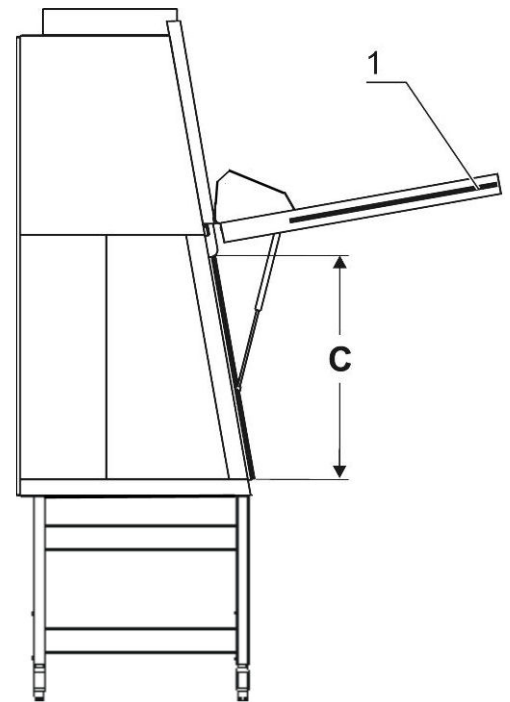

Fig. 6a
- **Fig. 6a:** Il portello frontale ad apertura manuale [2] permette l'accesso sull'intera larghezza della camera dei campioni con un'altezza di apertura **C**. Di solito esso viene aperto per la decontaminazione e per la predisposizione di mezzi ausiliari con grande volume.